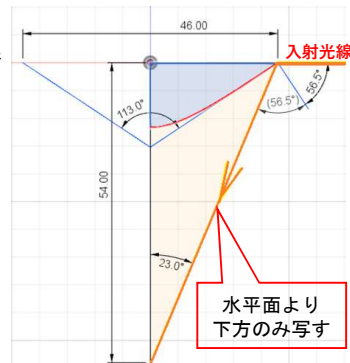

図1 設計図面
- ①歪みの少ない滑らかな曲面を設計する。
- ②カメラは水平面より下方を写すようにする。(図1)